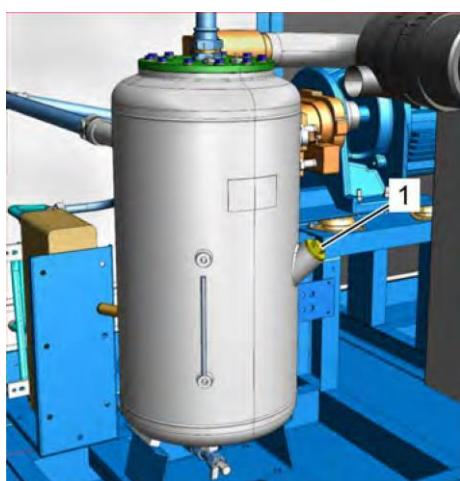

Рис. 43: Резьбовая пробка наливного отверстия
6. ➔ Отверните резьбовую пробку наливного отверстия (Рис. 43/1), извлеките ее и проследите за тем, чтобы не потерялось уплотнительное кольцо.
- 15.** Вставьте резьбовую пробку наливного отверстия (Рис. 43/1) и затяните ее Приложение «Моменты затяжки винтов» на странице 110.